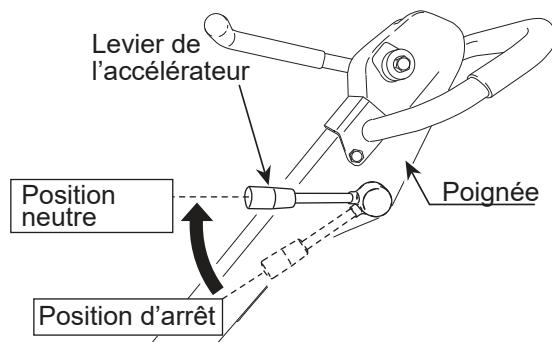

Figure 11. Levier d'accélérateur (position ralenti)
2. Déplacez le levier accélérateur (Figure 11) à la position *ralenti*.
2. Déplacez le levier accélérateur (Figure 11) à la position ralenti.